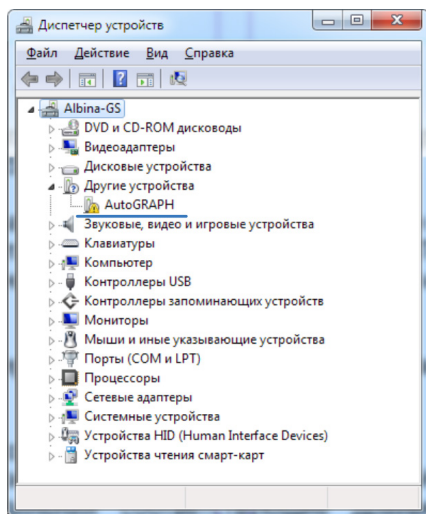

Рис.1.
3. В Диспетчере устройств вызовите «Мастер обновления драйверов» для нового устройства «AutoGRAPH» (рис.1).